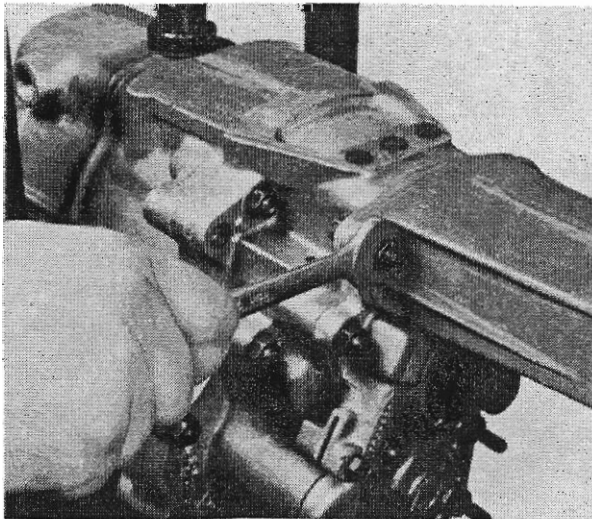

Abb. 4
3.4 Schrauben (817) und Muttern (810) am Schaltbock (619) lösen (Abb. 4) und Schaltbock abnehmen.